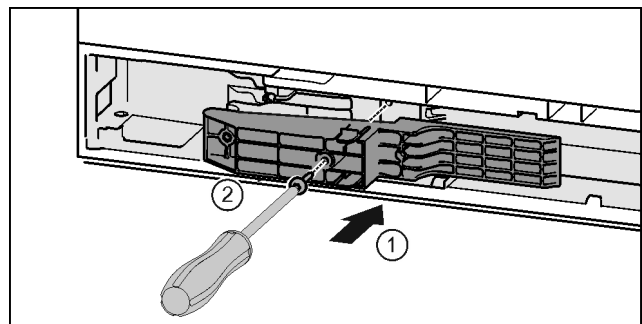

Fig. 45\*
- ▶ Adapterstück auf der Griffseite in die Aussparung einsetzen. Fig. 45 (1)\*
- ▶ Schrauben mit Schraubendreher T15 festschrauben. Fig. 45 (2)\*